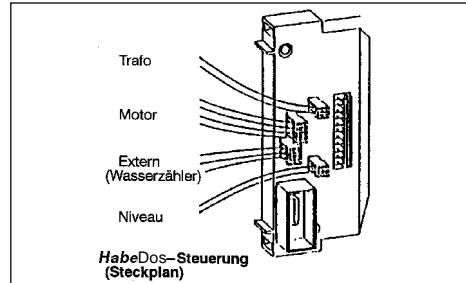

Abb. 2: Belegung der Steuerung
Nach Montage des Dosiercomputers wird das Impulskabel (1) vom Wasserzähler (2) unter die Anschlusskappe (10) durch die untere Öffnung der **HabeDos** Rückwand (5) in das Gerät geführt. Der Stecker wird nun in den freien Steckplatz der **HabeDos** Elektronik gesteckt. (siehe Abb. 2).